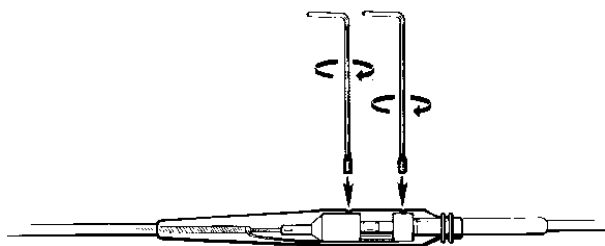

Figura 2. *Inserire le viti nel foro filettato sull'adattatore.*
3. Utilizzare il cacciavite esagonale fornito con la vite di bloccaggio applicata e avvitare una vite di bloccaggio in ciascun foro filettato situato su ciascuna estremità della presa dell'adattatore (vedere la figura 2).